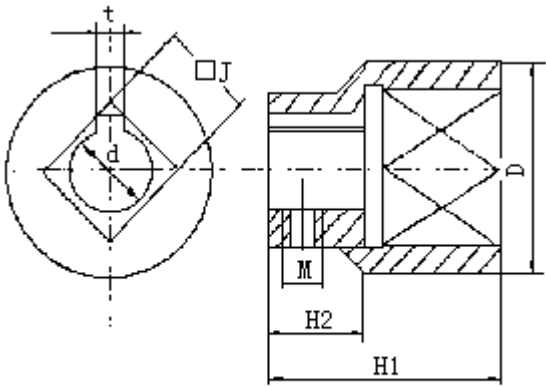
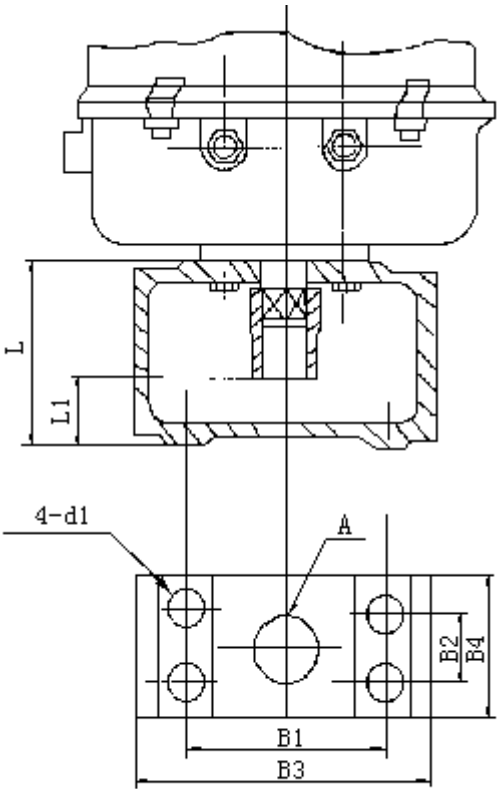

图14 连接接头
图13 配套支架
8.1 配套支架与蝶阀的连接见图 13,输出轴与阀杆的连接接头见图 14,有关尺寸见表 6、表 7